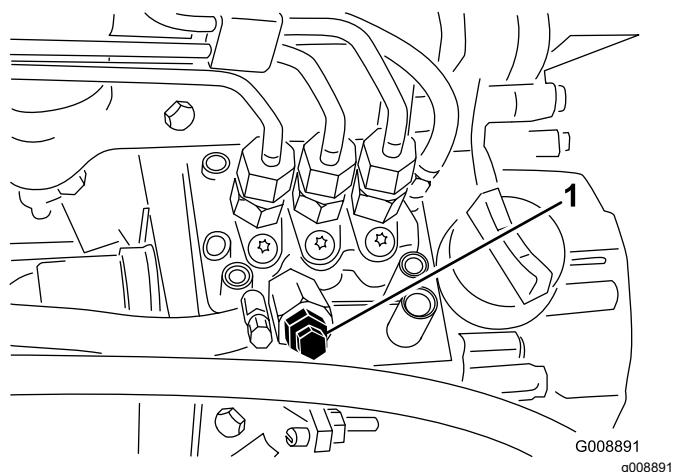

Bild 46
- Öffnen Sie die Entlüftungsschraube an der Kraftstoffeinspritzpumpe (Bild 46).